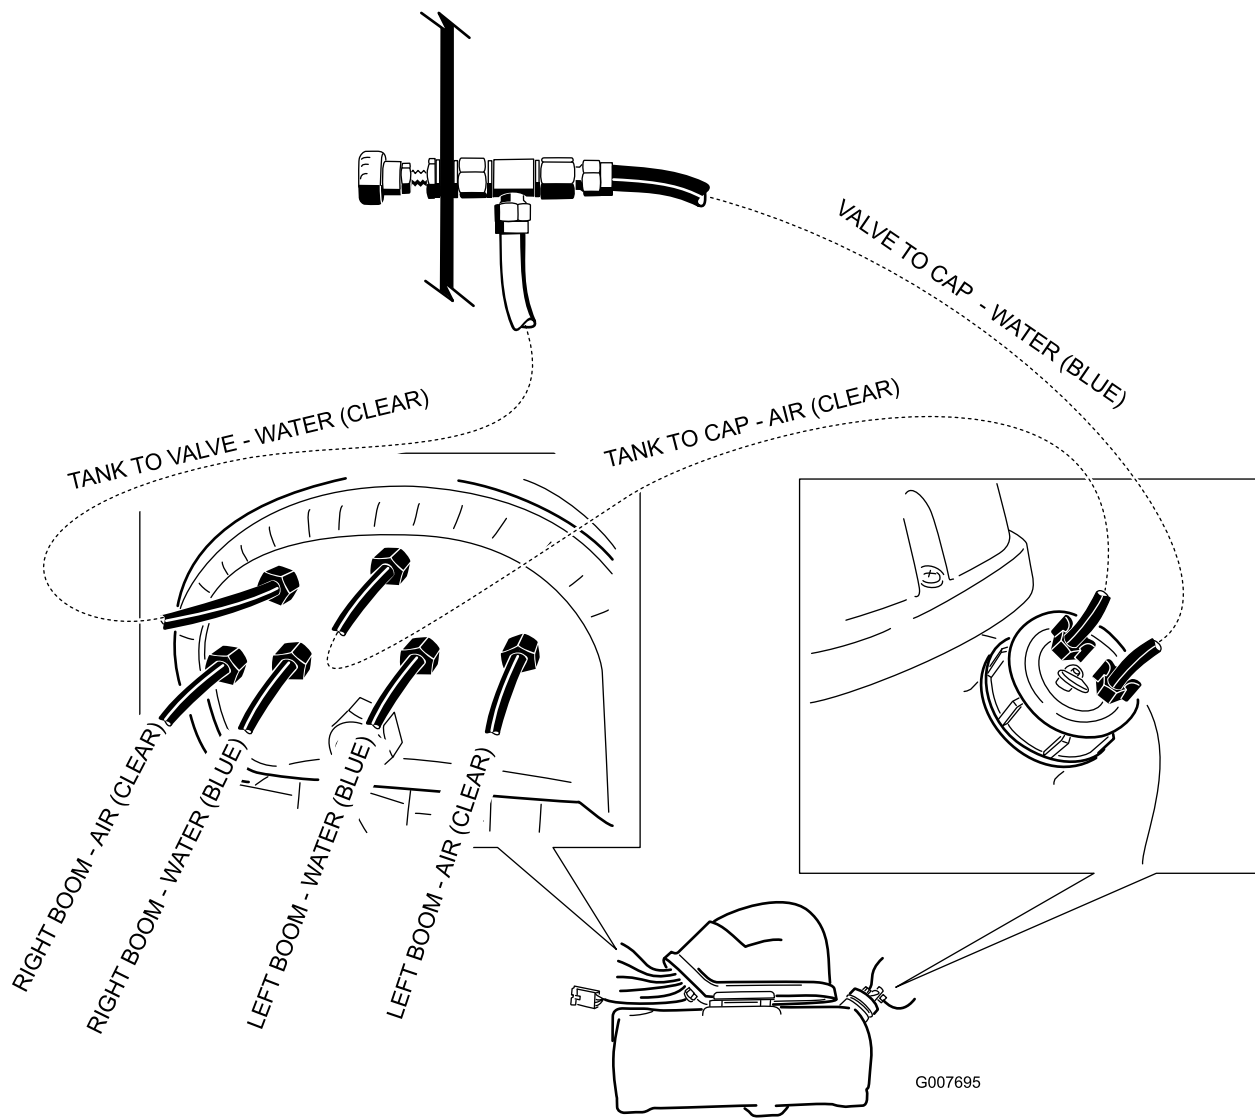

Bild 18
8. Die Teile sollten so verlegt sind, wie in Bild 18 abgebildet.